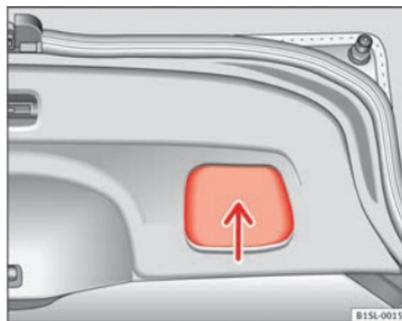

Fig. 23 Portellone posteriore aperto: maniglia di presa ad incavo. ▶
- Prendere la maniglia di presa ad incavo del rivestimento interno del portellone posteriore ⇒ fig. 23 (freccia).